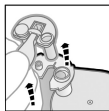

Fig. 1
2. Sujete la pestaña con los dedos pulgar e índice mientras la asegura con la otra mano y retire completamente el capuchón del cartucho. (Fig. 1)